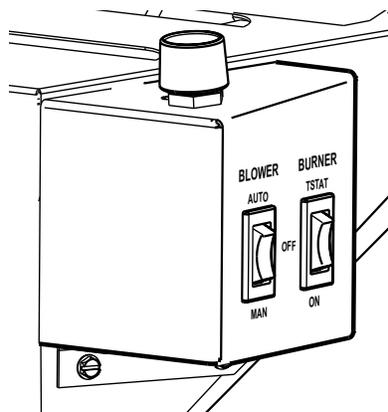

Figure 30.
1. Une fois la veilleuse allumée, le brûleur est contrôlé par le commutateur à bascule situé au coin gauche du panneau arrière. Voir fig. 30.